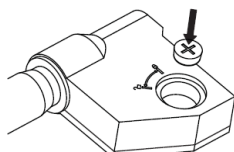

рис. 2
- Вставьте батарейку LR44 в батарейный отсек, положительная сторона батареи (+) должна быть обращена наружу (рис.2).